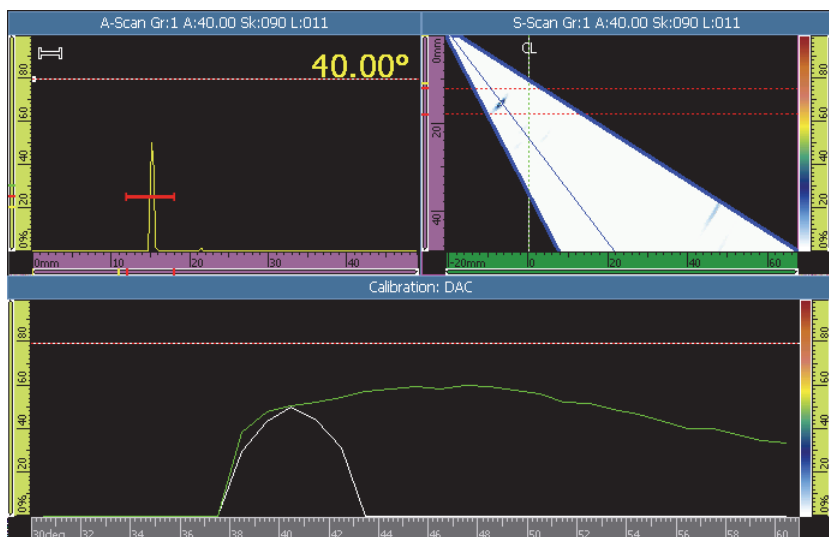

图 5-19 针对 PA 组，在回波上设置闸门 A
- a) 在**起始**和**宽度**按钮中，输入闸门 A 的起点和宽度，确保来自第一个反射体的信号从闸门中部穿出，且闸门具有足够容纳整个信号的宽度（参见第 123 页的图 5-19 中的**A 扫描**视图）。
- b) 设置**阈值**数值，使每个孔径的信号都穿出闸门，如第 123 页的图 5-19 中的**校准：DAC**视图所示。